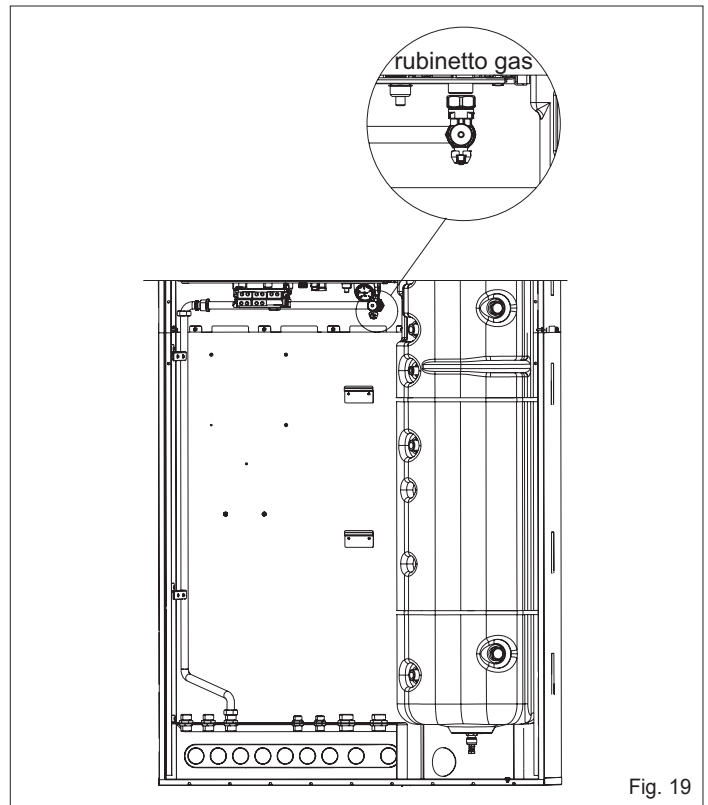

Fig. 19
- Assemblare la rampa gas e la prolunga contenuta nel kit rampe di collegamento come indicato in fig. 19